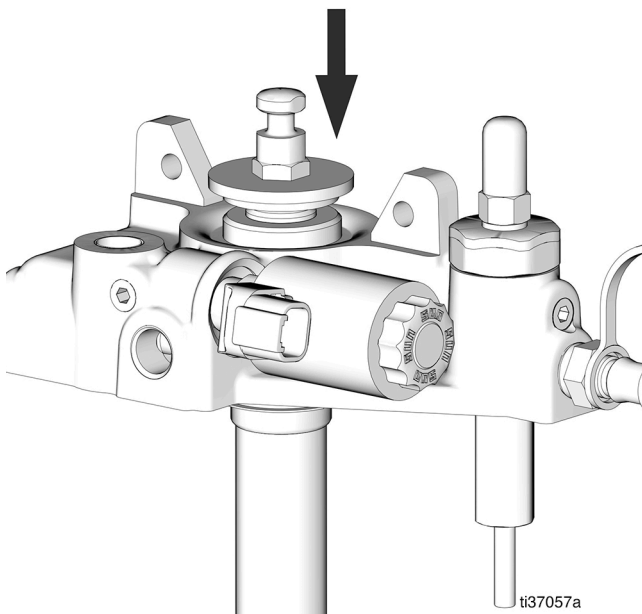
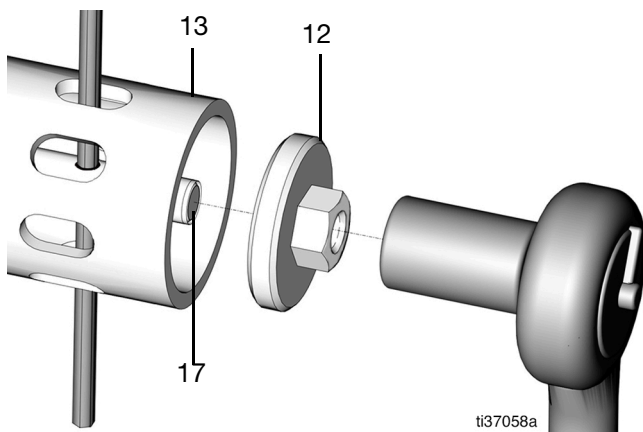

図 36
図 37
15. シャベルロッドの端にあるクロスホールヘアksesできるようにするために、ポンプロッド (27) の端を押してください (図 36 と図 37)。
16. シャベルチューブ (13) のスロットに六角レンチか類似のツールを通し、露出しているクロスホールに通し、シャベルロッド (17) を安定した状態に保てるようにします (図 37)。
17. 10 mm ソケットレンチでシャベルピストン (12) を緩めて、取り外します (図 37)。